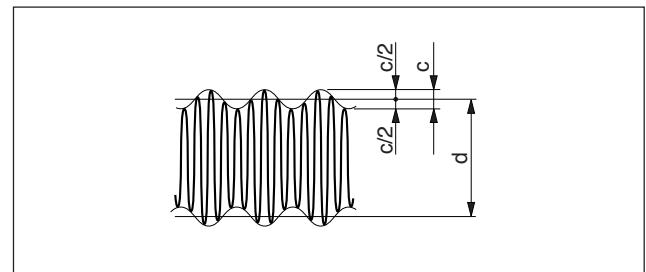

図5.
- ① 8ピンDINコネクタ(オス)を表示ユニットに差込み、表示ユニットの電源を入れます。また表示ユニットへの電源供給方法は、LT20Aの取扱説明書をご覧ください。
- ② オシロスコープのプローブをプリアンプ基板上のPM端子へ、アースクリップをコネクタレセプタクルネジ部へ接続します。
- ③ オシロスコープは0.5 V/div, 5 ms/divに設定し、機械を1~10 m/minの速度で動かしながら図5.のような波形が観測できるように (TIME/div) を設定し直してください。